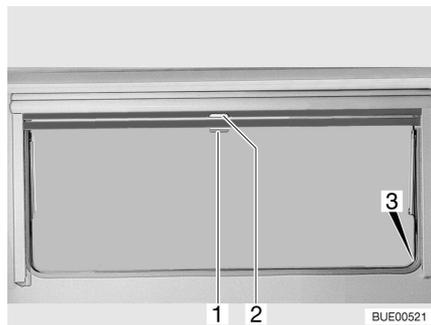

Fig. 26 Fenêtre projetante
- Tirer le store occultant vers le bas en le maintenant par la poignée (Fig. 26,2). Lorsque le store occultant est complètement fermé, l'accrocher des deux côtés du cadre de la fenêtre dans le dispositif de blocage (Fig. 26,3).
- Lorsque le store occultant est complètement fermé : Appuyer sur la poignée (Fig. 26,2) vers le bas tout en la tirant légèrement vers l'intérieur. Décrocher à droite et à gauche le store occultant du dispositif de blocage du cadre de la fenêtre.
- Si le store occultant se trouve dans une position intermédiaire : Tirer la poignée (Fig. 26,2) vers le bas jusqu'à ce que le dispositif de blocage se débloque.
- Tirer la moustiquaire par la poignée (Fig. 26,1) vers le bas et l'accrocher des deux côtés sur le cadre de la fenêtre dans le dispositif de blocage (Fig. 26,3).
- Appuyer sur la poignée (Fig. 26,1) vers le bas tout en la tirant légèrement vers l'intérieur. Décrocher à droite et à gauche la moustiquaire des dispositifs de blocage du cadre de la fenêtre.